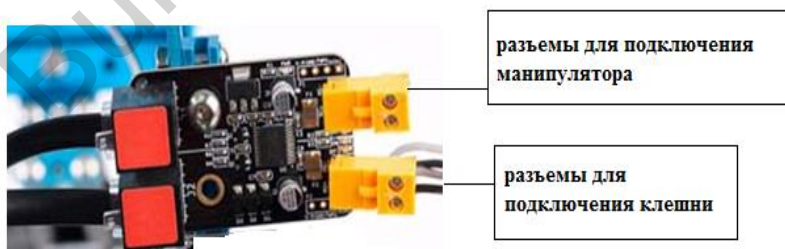

Рисунок 2.10 Модуль управления двумя моторами
**Двойной драйвер двигателя (Me Dual DC Motor Driver)** является улучшение версия Me Motor Driver V2.1 (рисунок 2.10) [13]. Благодаря порту RJ25 вы можете управлять двумя двигателями с силой тока 1А (пиковый ток 2А). Двойной драйвер двигателя (Me Dual DC Motor Driver) собран на плате TB6612, которая сочетает в себе высокую эффективность MOSFET-транзисторов с низкими тепловым потерями. Встроенный предохранитель остановит Me Dual DC Motor Driver, чтобы не сгорел двигатель.